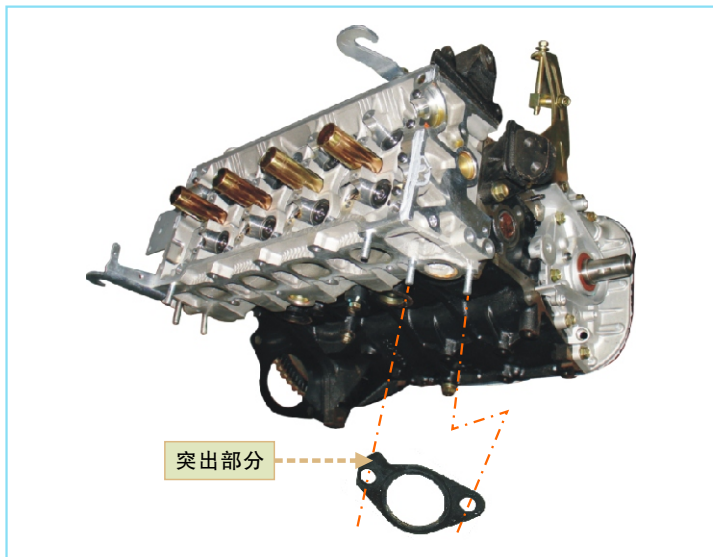

图2-132 安装2号进水口连接盘的新垫片
(32) 安装火花塞
(33) 安装2号进水管连接盘
①在气缸盖上放一个新垫片，突出部分朝上（如图2-132所示）。